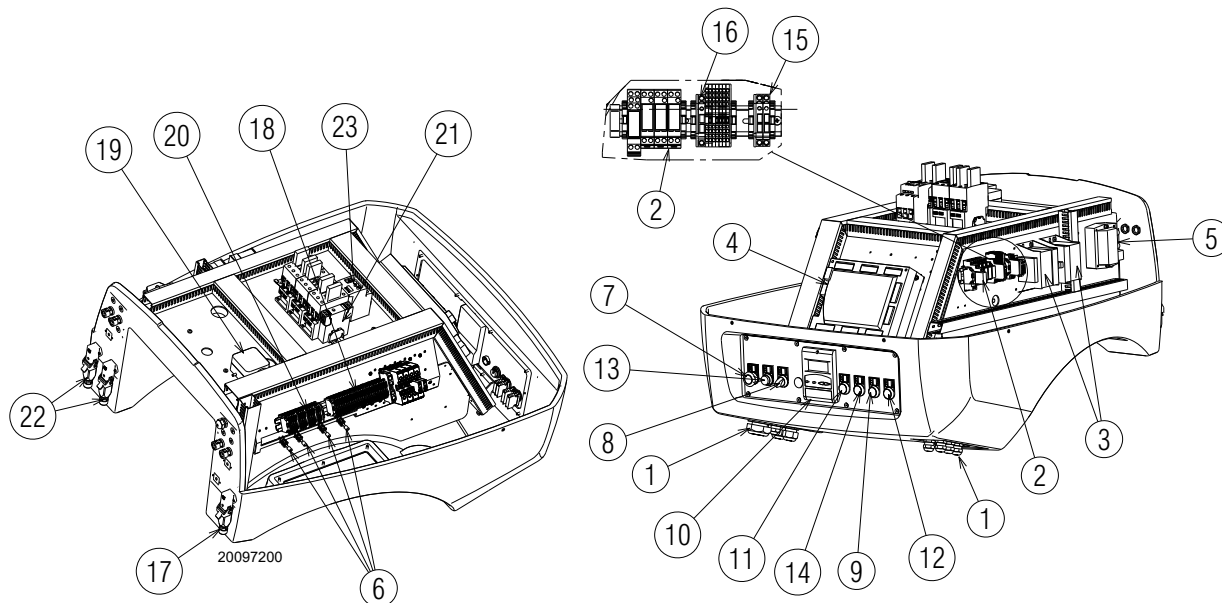

Abb. 6
- **Störabschaltung des Gerätes:** Das Aufleuchten der Taste 13) (Abb. 6) (**rote Led**) weist auf eine Störabschaltung des Brenners hin. Zur Entriegelung die Taste 13) (Abb. 6) drücken.